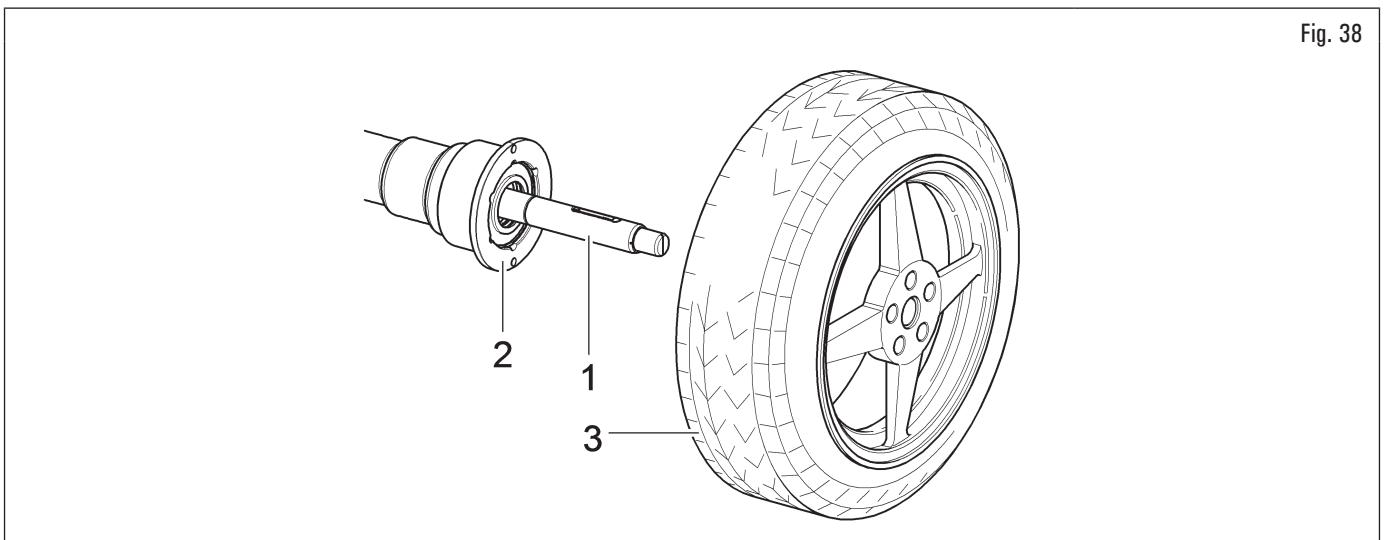

Fig. 38
- nettoyer le mandrin (Fig. 38 réf. 1) avant de monter la roue ;
- monter la roue (Fig. 38 réf. 3) avec le côté interne de la jante vers l'équilibreuse jusqu'à ce qu'elle arrive en butée contre le flasque d'appui (Fig. 38 réf. 2) ;